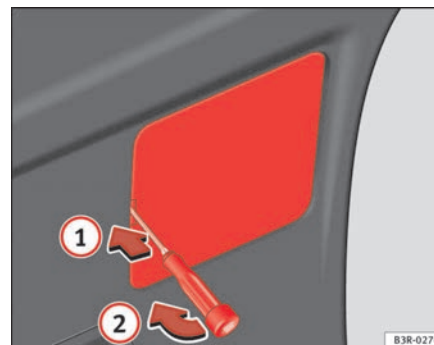

Fig. 227 Rimuovere la copertura del rivestimento del portellone
- Infilare il cacciavite nell'incavo della copertura ⇒ pag. 287, fig. 227 ① e sollevare quest'ultima facendo leva ②.